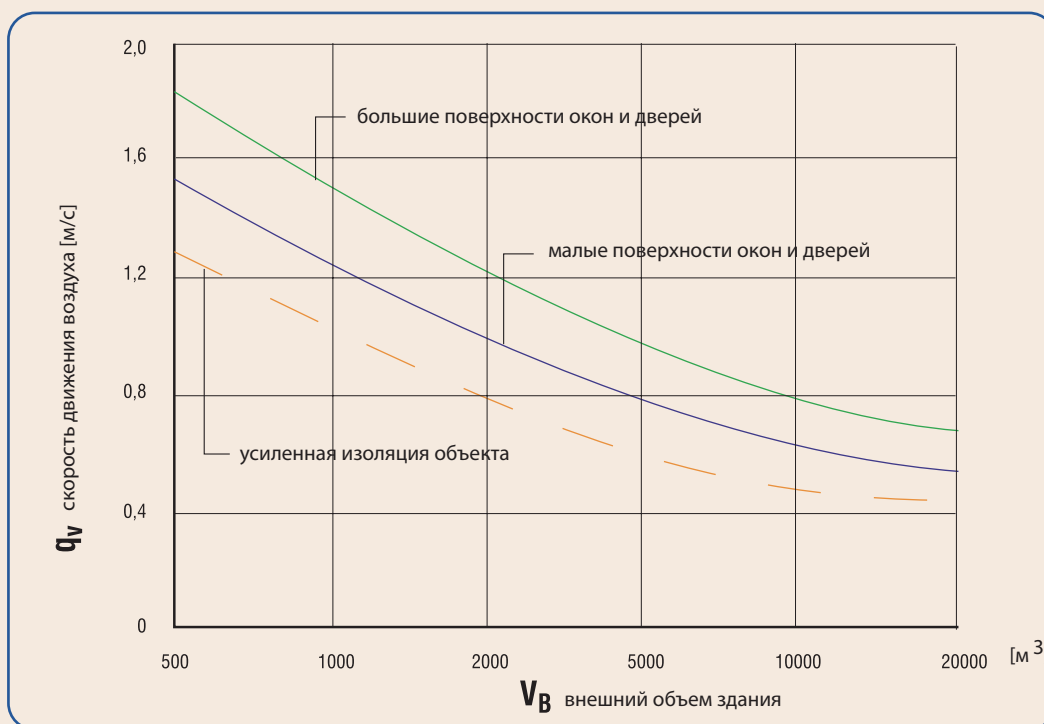

Рис. 1 Коэффициент удельной мощности нагрева [Вт/м³К]
✓ Рис. 1 (удельная мощность нагрева, в зависимости от приблизительной изолирующей способности строительных перегородок и объема помещения)
q_v – удельная мощность нагрева, полученная согласно Рис. 1 в зависимости от объема объекта и приблизительной изолирующей способности строительных перегородок [Вт/(м³K)],
- ✓ удельная тепловая мощность : 0,6 Вт/(м³К) (на основании Рис. 1 для объекта объемом 4800 м³ и усиленной теплоизоляции).